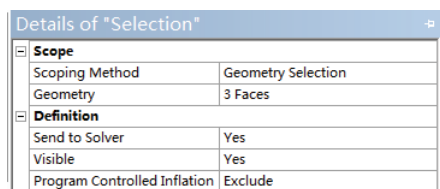
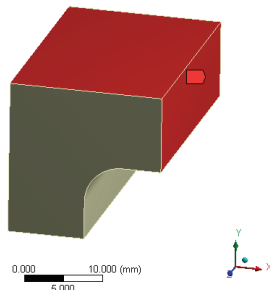

图 21-13 Selection 细节
图 21-14 Selection 集合包含的面
3) 在 Outline 树结构图中的 Mesh 选项单击鼠标右键, 在弹出的快捷菜单中选择 Generate Mesh, 生成网格最终的效果如图 21-13 所示。
2) 选择位于模型中的面, 然后在 Selection 的细节窗口 (见图 21-13) 的 Geometry 中单击后, 再到其后单击 Apply 按钮, 此时创建的集合包含了这些面, 如图 21-14 所示, 将用于导入载荷。